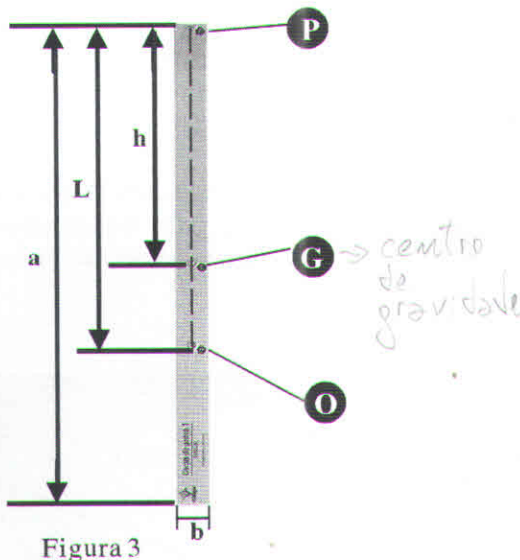

Figura 3
Igualando as expressões (1) e (2), é possível encontrar o comprimento L de um pêndulo simples equivalente a um dado pêndulo físico - Figura 3.
O momento de inércia de uma barra com comprimento a , largura b e espessura uniforme é dado por: - Figura 3.